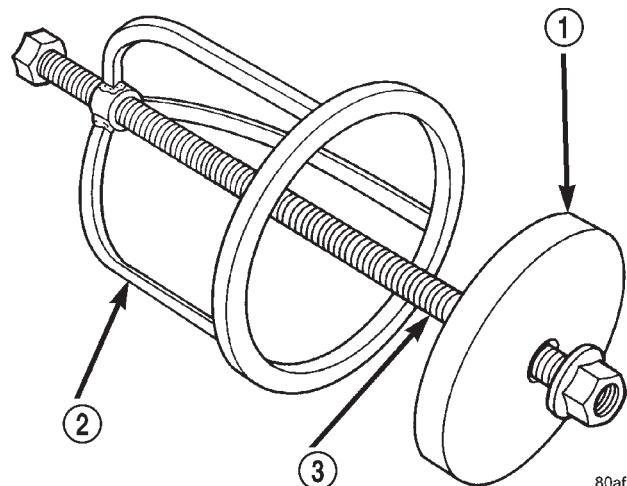
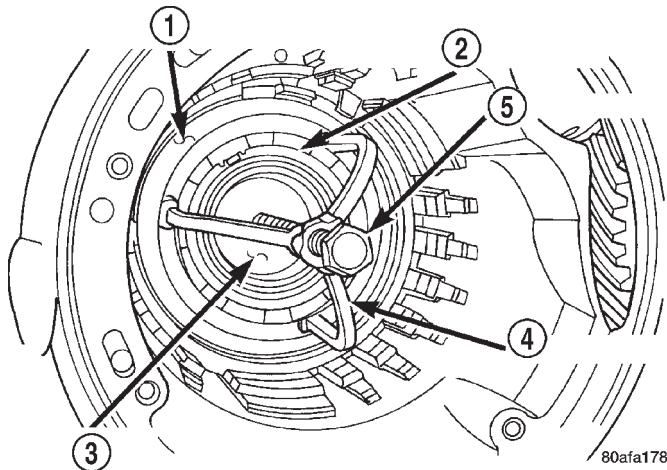

Fig. 66 Herramienta de compresión de muelle de baja y marcha atrás
Fig. 67 Herramienta de compresión en uso
(57) Instale la herramienta de compresión de muelle de baja y marcha atrás como se muestra en las (Fig. 66) y (Fig. 67).